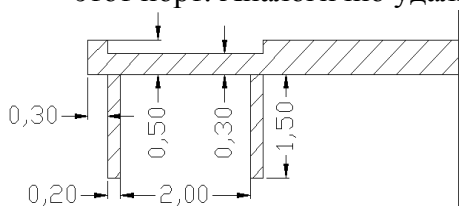

Рис. 3.206
- Дважды щёлкните по входному проводнику, установите курсор на ромб посередине левой стороны этого проводника и сдвиньте эту сторону вправо так, чтобы длина входного проводника была равна 0.3 мм. Должна получиться топология, показанная на рис. 3.206. Выделите всю эту топологию и щёлкните по значку **Copy** на панели инструментов.